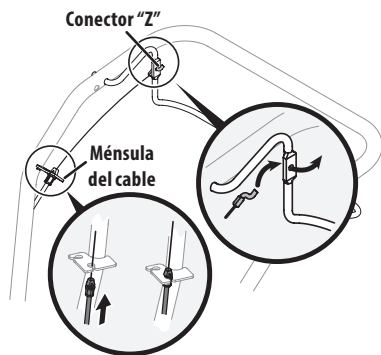

Figura 6
2. Tire el cable del embrague hacia adelante con el extremo negro montaje a través del orificio inferior del soporte del cable y empuje el conector del cable por el agujero hasta que la ranura en el conector encaje en su sitio. Vea la Figura 6.
3. Coloque el conector Z dentro del orificio en el enganche del embrague de marcha directa desde la parte exterior del enganche hacia el interior. Vea la Figura 6.